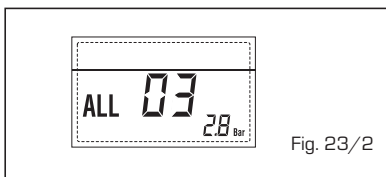

Fig. 23/2
**- ANOMALÍA Sonda IDA CALEFACCIÓN "ALL 05" (fig. 23/4)**